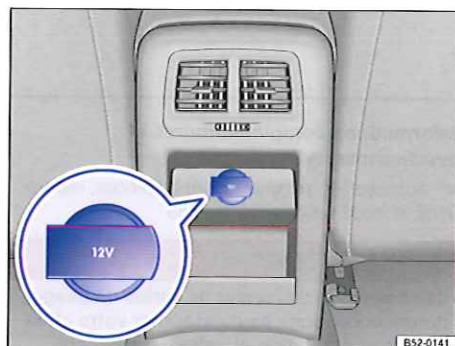

Fig. 134 Dans la partie arrière de la console centrale : prise de courant 12 volts
- Dans la partie arrière de la console centrale $\Rightarrow$ fig. 134